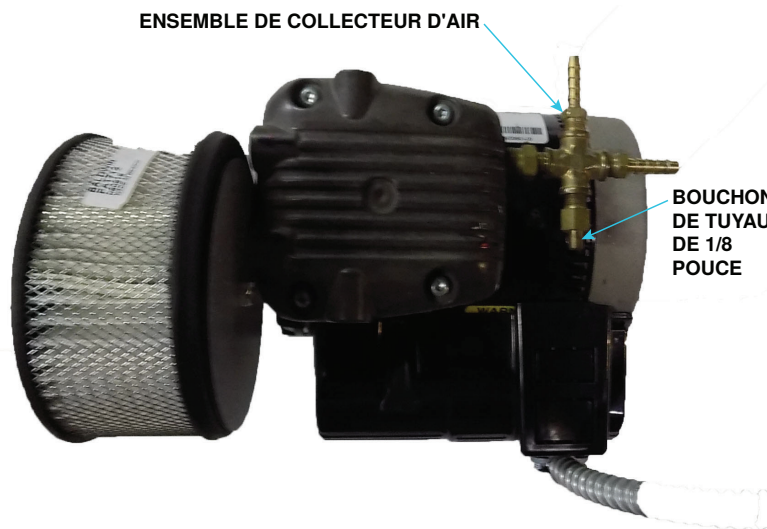

Figure 70. Ensemble collecteur d'air et bouchon de tuyau
- a. Installer l'ensemble collecteur d'air sur le compresseur de remplacement (voir Figure 70) :
- (1) Retirez l'ensemble collecteur d'air du compresseur existant et installez-le sur la côté sortie du compresseur de remplacement.
- (2) Retirez l'orifice de purge d'air et remplacez-le par un bouchon de tuyau de 1/8 de pouce (1).